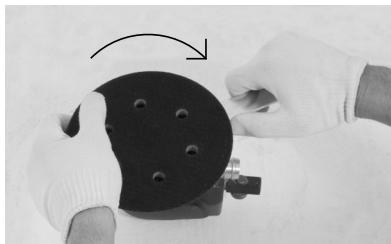

Fig. 3 – Fijado de la base de la lija
- Monte la base de la lija en el tornillo del soporte del rodillo, utilizando la llave de boca. Trabe el tornillo y gire la base de la lija manualmente en sentido horario (Fig. 3);